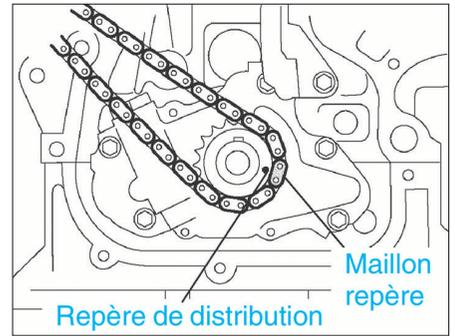

FIG. 40
- Reposer la chaîne sur le pignon de vilebrequin avec le maillon de couleur jaune aligné sur le repère de calage du pignon de vilebrequin (fig. 40).